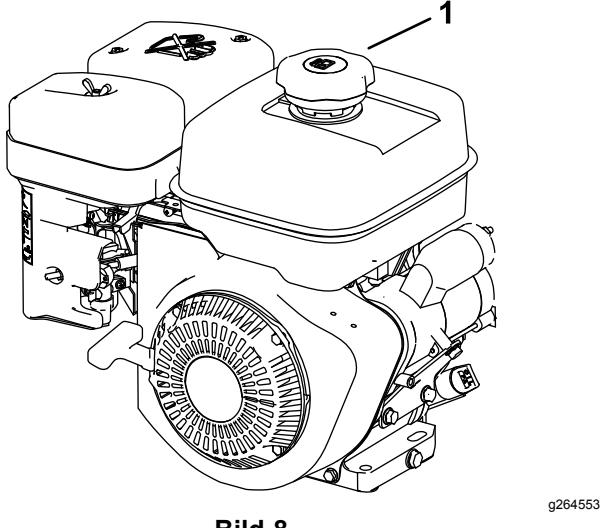

Bild 8
3. Reinigen Sie den Bereich um den Tankdeckel herum und nehmen Sie den Deckel ab (**Bild 8**).
4. Füllen Sie Kraftstoff (**Bild 8**) in den Tank, bis der Füllstand 6 mm bis 13 mm unter der Tankoberseite steht. **Nicht in den Einfüllstutzen des Tanks füllen.**